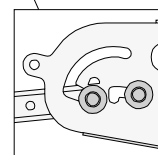

Fig. A7.28a
- Les boulons sont en position arrière, voir Fig. A7.28a.
Les boulons sont-ils dans la position illustrée dans la Fig. A7.28a ?